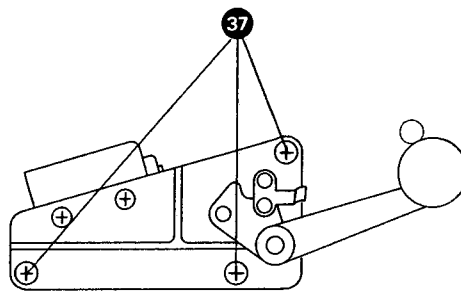

Fig. 3.14.-1
- 3 Schrauben 37 (Fig. 3.14. - 1) lösen.
- Remove 3 screws 37 (fig. 3.14. - 1)
- Dévisser les 3 vis 37 (Fig. 3.14. - 1).